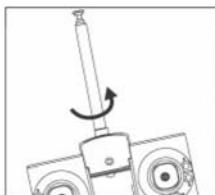

Рис.1
1. Установка антенны: вкрутите антенну в пульт управления (см. рис.1)